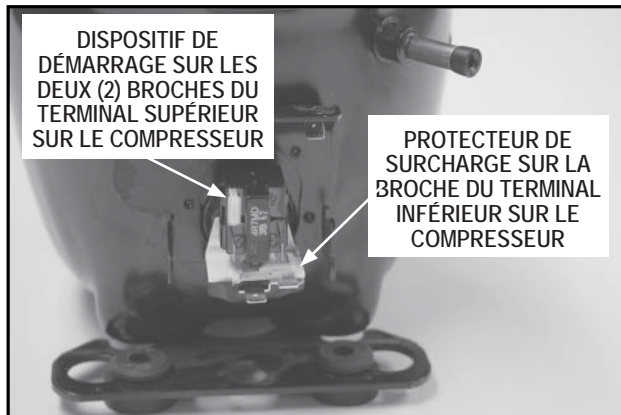

Figure 3
- (1) Fiche d'instructions
- 6. Installer le nouveau protecteur de surcharge sur la broche inférieure du compresseur (voir la figure 3).
- 7. Installer le dispositif de démarrage sur les deux (2) broches du terminal supérieur sur le compresseur. S'assurer que le dispositif de démarrage et le protecteur de surcharge sont montés solidement sur les broches du terminal sur le compresseur (voir la figure 3).